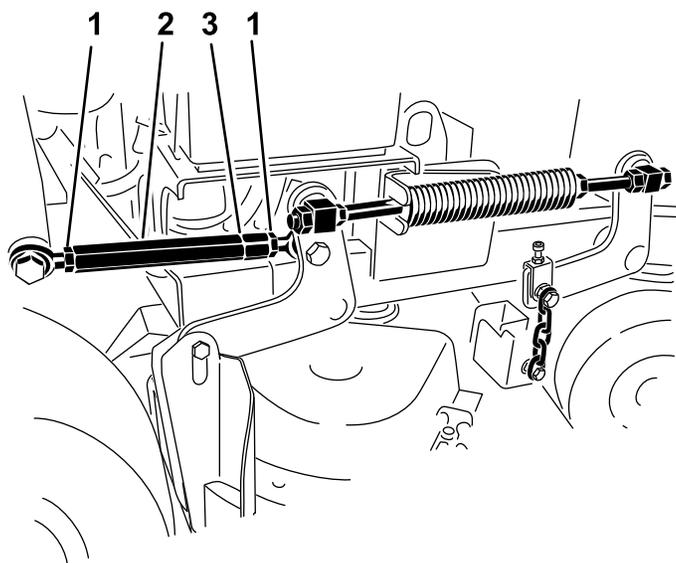

図 83
4. ターンバックルの両端にあるジャムナットをゆるめる 図 83。
5. **注** ターンバックルの端部に溝が切つてある側のねじは左ねじですから注意してください 図 83。